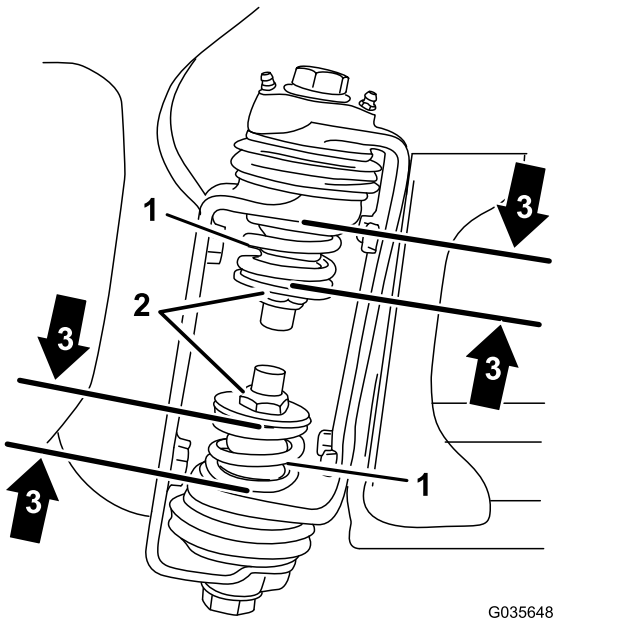

図 5
3. ブームが開いた状態で、ブーム蝶番の部分で上部スプリングと下部スプリングの圧縮状態の長さを測定する (図 5)。